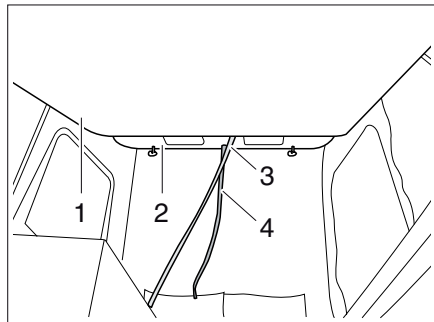

Fig. 144 Lit dans le toit relevable
- Pousser le toit relevable (Fig. 144,2) vers le haut à l'aide des poignées avec les deux mains.
- Tirer le matelas (Fig. 144,1) vers le bas à l'aide de la poignée de traction (Fig. 144,3) jusqu'à ce qu'il se verrouille de manière audible.
- Pousser le matelas (Fig. 144,1) vers le haut.
- Tirer le toit relevable vers le bas à l'aide de la poignée de traction (Fig. 144,4).